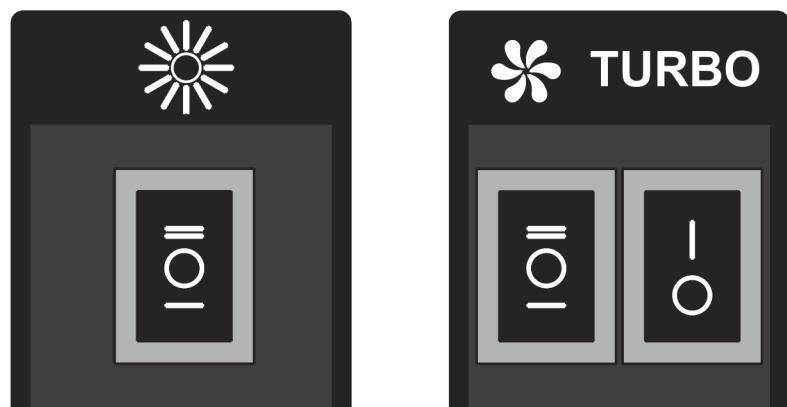

Рис.5
**7.3** На боковинах корпуса размещен клавишный переключатель режимов работы и включения ламп освещения (рис.5).